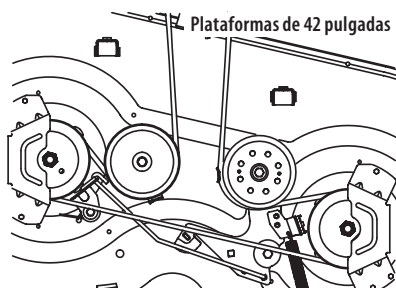
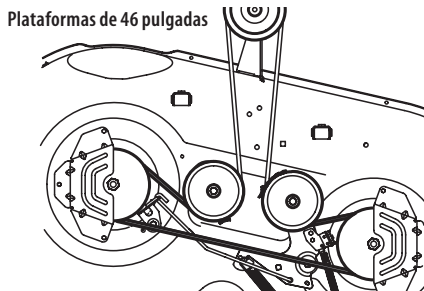
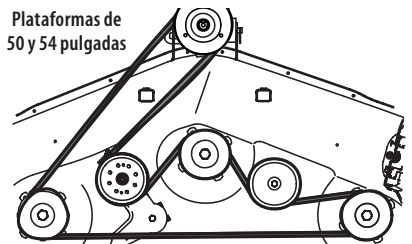

Figura 52
Figura 53
Figura 54
4. Coloque la correa nueva como se muestra en la figura correspondiente. Consulte la Figura 52 para plataformas de 42 pulgadas, la Figura 53 para plataformas de 46 pulgadas y la Figura 54 para plataformas de 50 pulgadas y 54 pulgadas.